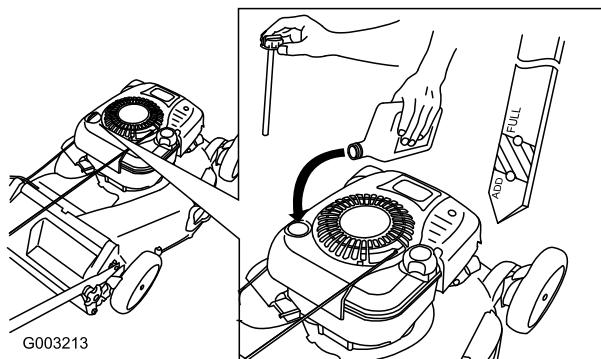

Figura 13
1. Retire la varilla, límpielo, y vuelva a colocarla (Figura 13).
2. Retire la varilla y compruebe el nivel de aceite (Figura 13). Si el nivel de aceite está por debajo de la marca **Add** de la varilla, vierta lentamente aceite en el tubo de llenado hasta que el nivel llegue a la marca Full de la varilla. **No llene demasiado.** (Capacidad máxima: 0,77 l, tipo: SAE 30W, aceite detergente con clasificación de servicio API SF, SG, SH, SJ, SL o superior.)